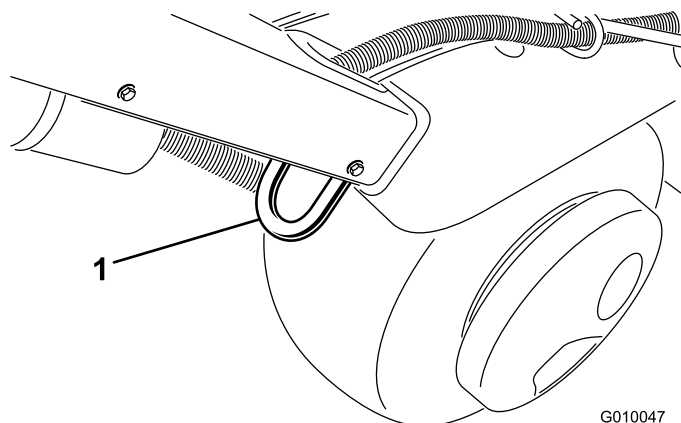

Рисунок 32
3. Надежно закрепите аэратор с помощью такелажных скоб (Рисунок 32 ... Рисунок 34) к прицепу или грузовику ремнями, цепями, тросами или веревками.